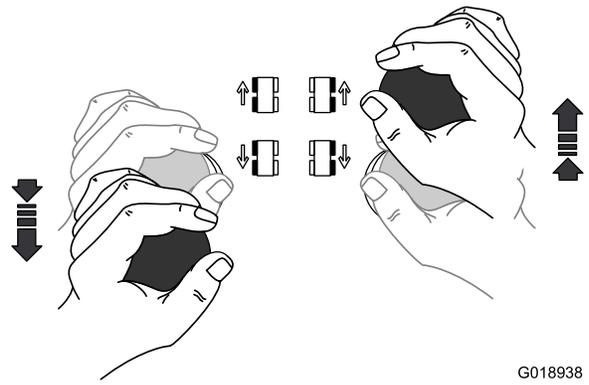

Figura 40
- Para girar la máquina **a la izquierda**, sujete ambas palancas de control de tracción con las manos, tire de la palanca de control de tracción izquierda hacia atrás y empuje la palanca de control de tracción derecha hacia adelante (Figura 40).